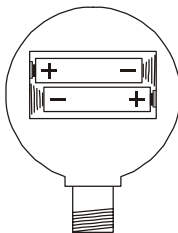

Abbildung 5. Batteriefach auf der Rückseite des Digitalmodells
4. Achten Sie auf die korrekte Polarität der Batterien und legen 2 AAA Batterien ein (Abbildung 5).